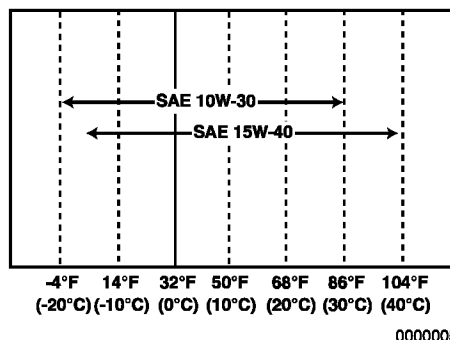

Figura 7
- Seleccione la viscosidad del aceite en base a la temperatura ambiente en la cual se operará el motor. Consulte el Gráfico viscosidades de los grados de servicio SAE (**Figura 7**).